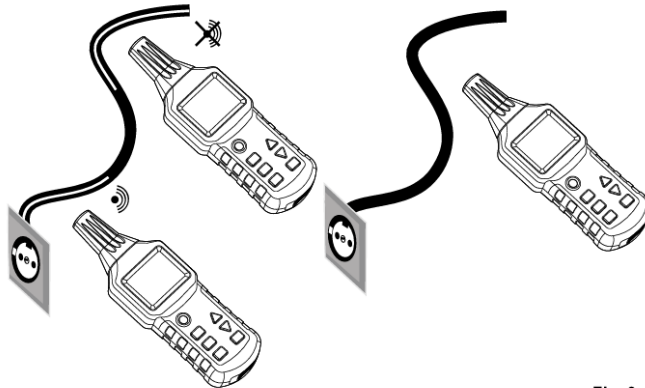

Fig. 3-4
- Die Messung muss gemäß Fig. 3-4 durchgeführt werden.